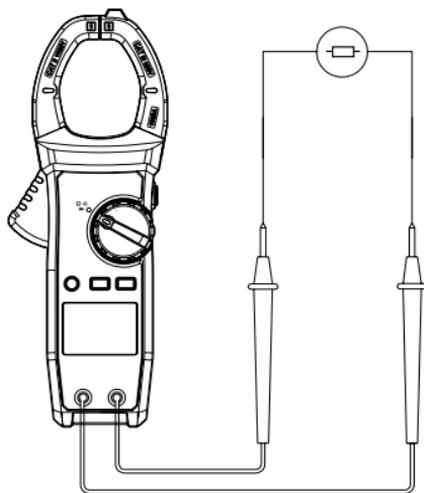

Рис.7. Проверка целостности
2) Установите переключатель на «•|•») и подсоедините щупы тестовых проводов к проверяемому элементу цепи (см. рис. 7). При значении сопротивления элемента цепи  $<30$  Ом, цепь считается целостной, будет звучать непрерывный звуковой сигнал. Если сопротивление между контактами превышает 50 Ом, звукового сигнала нет, что говорит об обрыве.